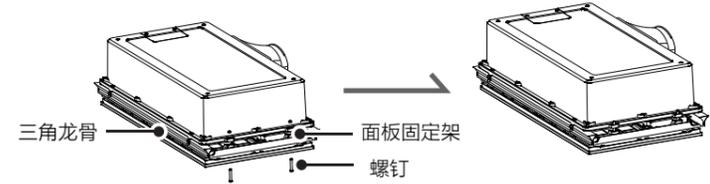

图7
- 6 用随附的四颗螺钉，将面板和主机的固定架相连接，可以适当调整螺钉的松紧度，使得面板平齐（如图7）。（因龙骨高度不同会影响安装效果，请勿直接将螺钉一次性拧紧，否则可能导致面板变形）